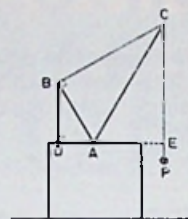

Fig.5
- ④ Van een hijskraan is de driehoekige arm ABC in het punt A scharnierend op de cabine bevestigd en is tevens door de kabel BD met de cabine verbonden (zie fig. 5).